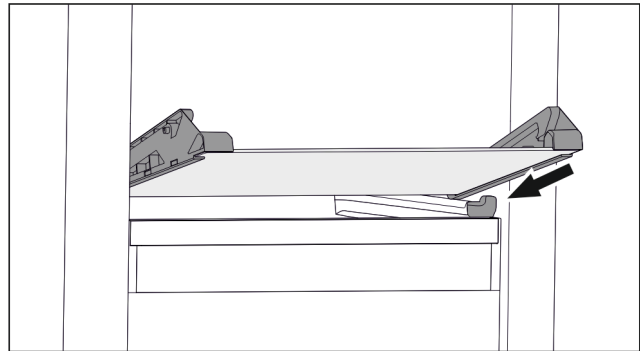

Fig. 71 Стеклнная пластина откидного выдвижного ящика
- ▶ Наклоняя вниз, установите стеклнную пластину за стопоры. (см. Fig. 71)